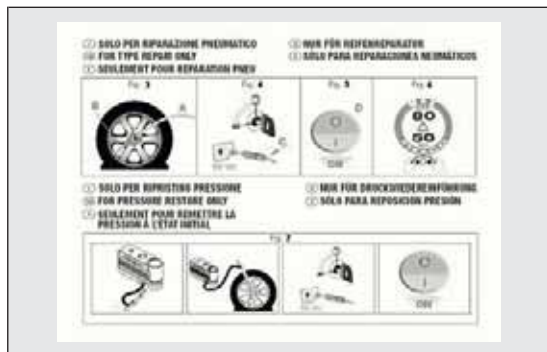

fig. 127
- ☐ un folleto informativo (ver fig. 127), utilizado para usar correctamente el kit de reparación rápida. El folleto deberá entregarse al personal que manipulará el neumático tratado con el kit de